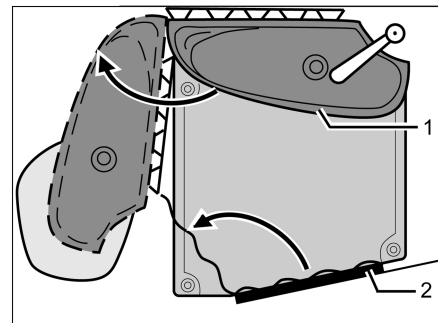

Bild 380 Vario-Toilette
- Waschbecken mit Rückwand (Bild 380,1) in Pfeilrichtung drehen.
- Den Toilettenraum betreten und die Toiletten-Eingangstür (Bild 380,2) von innen schließen und verriegeln.